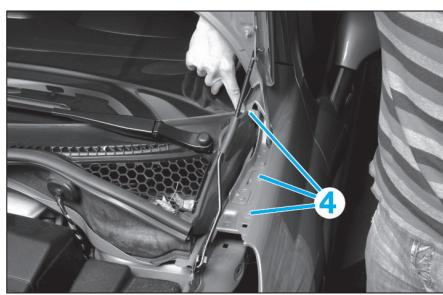

Fig. 12
- Déposer les vis de fixation (4) (Fig.12).